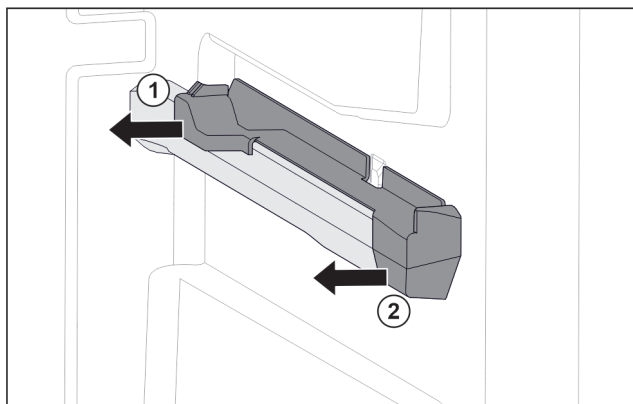

Fig. 101 Felhúzható elem a jobb oldali tartóbordán
- Oldalra húzza le a felhúzható elemet. Fig. 101 (1)
- Húzza előre felé a felhúzható elemet. Fig. 101 (2)